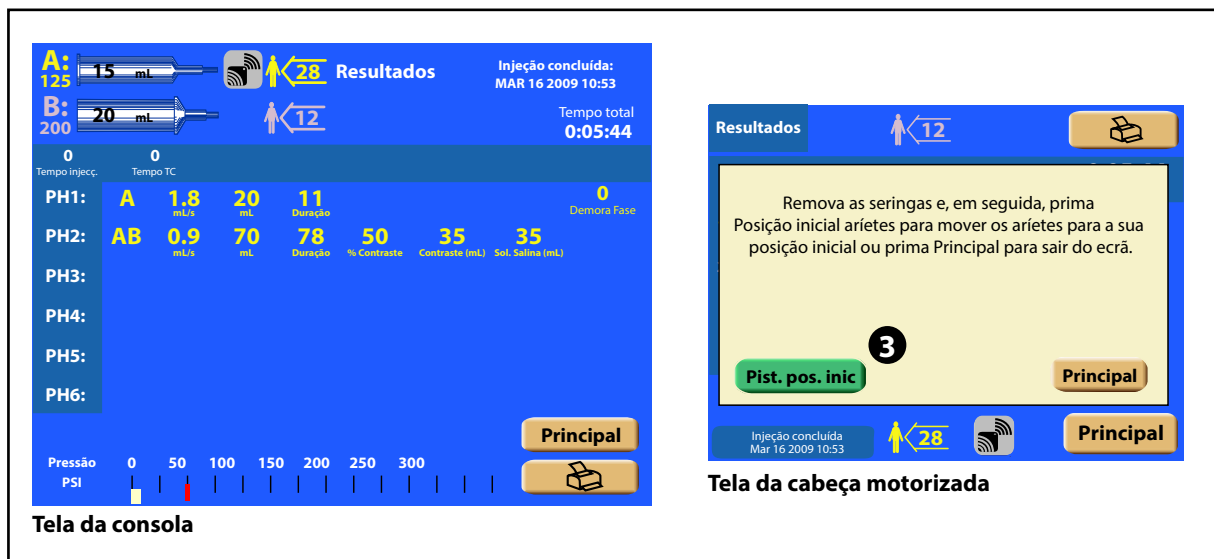

Figura 5-16-3 Localização da tecla [Home Rams]
3. Pressione a tecla [Home Rams] **3** localizada na tela da cabeça motorizada como mostrado na Figura 5-16-3. O pistão de 125 mL retrairá até sua posição inicial. O pistão de 200 mL expulsará até sua posição inicial.